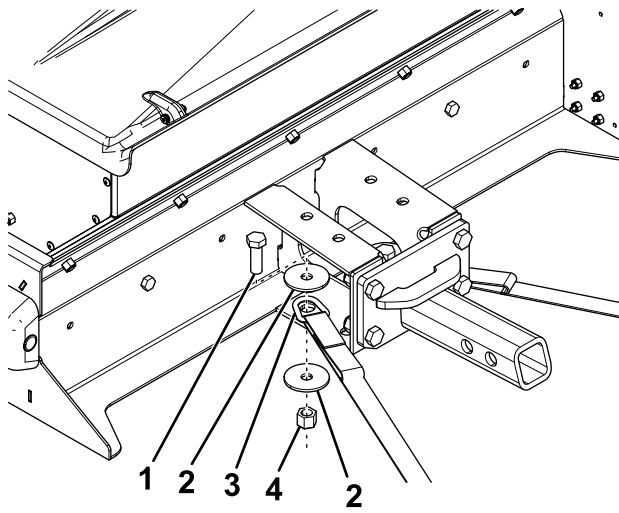

图 8
3. 如图 8 所示用 2 个螺栓 1/2 x 1 1/2 英寸、垫圈 1/2 英寸和锁紧螺母 1/2 英寸将棘轮带的 D 形环端连接至撒布机机架。